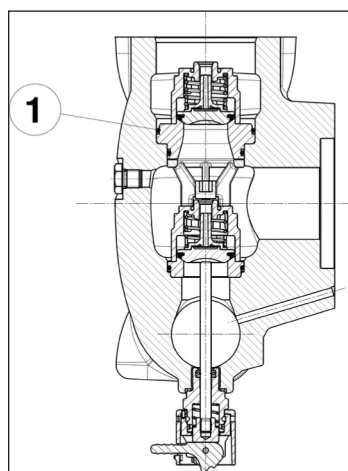

Fig. 101
Introducir con atención la junta tórica indicada en la pos. ①, Fig. 101.